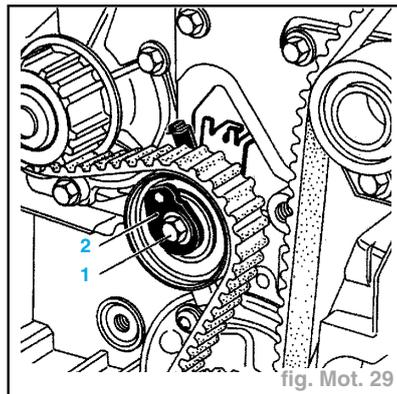

fig. Mot. 29
- Vérifier que l'excentrique (2) du tendeur se trouve bien dans la position indiquée sur la figure (fig. Mot. 29).
- la poulie d'arbre à cames d'admission (ceci en maintenant le taraudage au centre de la lumière (C)),
- la poulie d'arbre à cames d'échappement (ceci en maintenant le taraudage au centre de la lumière (C)),